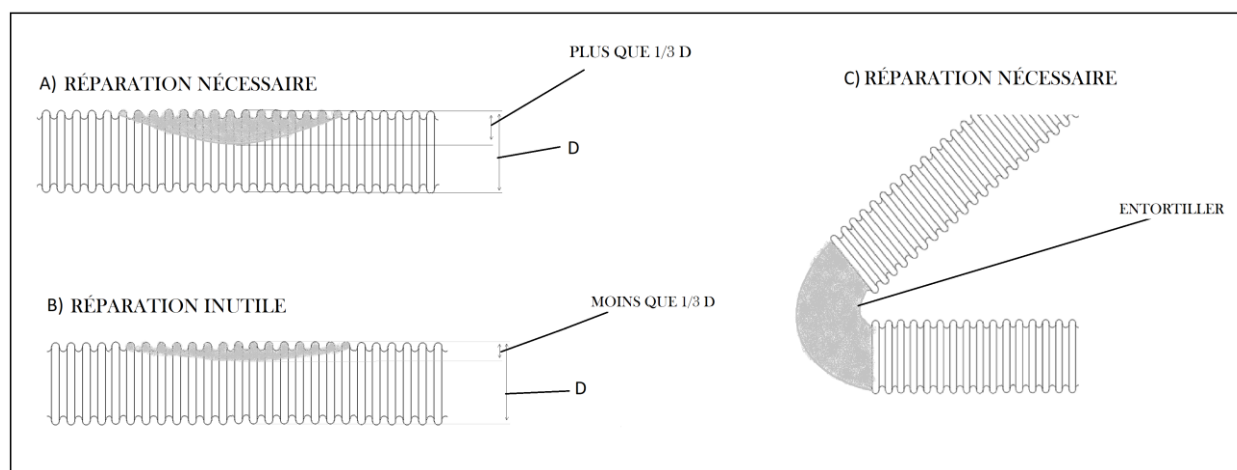

Figure 8 Types de dommages ou PLT
- La tubulure doit être réparée si elle est endommagée par tout type de perforation par des clous, des vis ou des forets. *(Voir (A) dans la figure 8)*
- Les tubes doivent être réparés s'ils sont pliés au-delà de leur rayon de courbure minimal et s'il y a un pli ou un pli dans la tubulure. *(Voir (C) dans la figure 8)*
- Aucune réparation ou remplacement de la tubulure n'est nécessaire si la tubulure n'est que légèrement bosselée en raison d'un impact mineur ou d'un écrasement. *(Voir (B) dans la figure 8)*